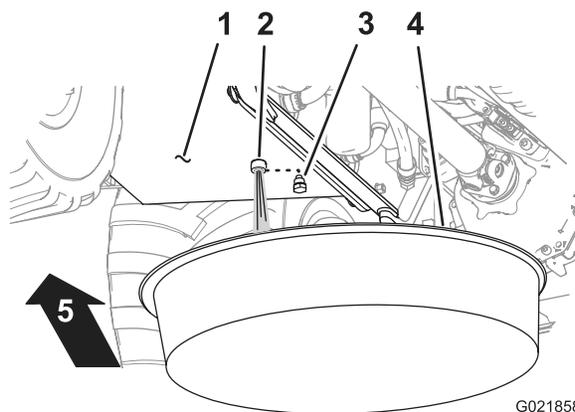

Figura 92
4. Posicione um recipiente com capacidade mínima de 75,7 L (20,0 galões americanos) sob o bujão de drenagem do reservatório hidráulico (Figura 92).
5. Remova o bужão de drenagem do reservatório hidráulico (localizado abaixo do reservatório) e drene o reservatório (Figura 92).
7. Instale o bужão de drenagem (Figura 92).